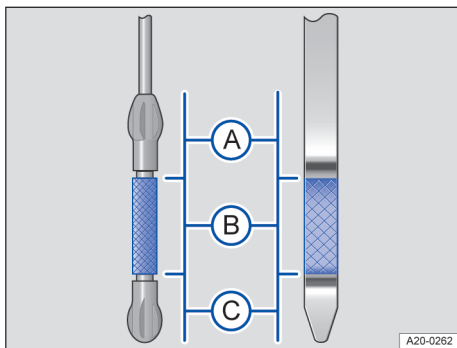

Fig. 197 Joje de ulei cu marcaj pentru nivelul de ulei (variante).
7. Scoateți din nou joja și citiți nivelul de ulei pe joă, după cum urmează → fig. 197:
13. Nivelul uleiului de motor trebuie să se afle, după completare, în centrul zonei → fig. 197 ⓑ. Nivelul uleiului de motor nu are voie să se afle în zona → fig. 197 ⓐ befinden → ⓘ.
14. Dacă a fost completat din greșeală prea mult ulei de motor și nivelul uleiului de motor se află în zona → fig. 197 ⓐ, nu porniți motorul. Solicitați asistență de specialitate.
- Când nivelul uleiului de motor se află în zona → fig. 197 ⓐ, nu porniți motorul și solicitați asistență de specialitate.